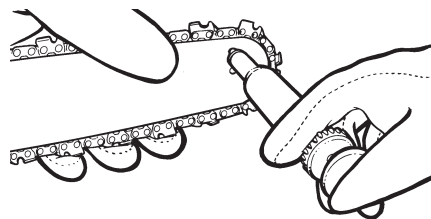

Fig. 32
3. A l'aide du Lube Gun (optionnel), insérer le bec-aiguille dans le trou de lubrification et injecter le lubrifiant jusqu'à ce qu'il ressorte sur les côtés de la roulette (Fig. 32).